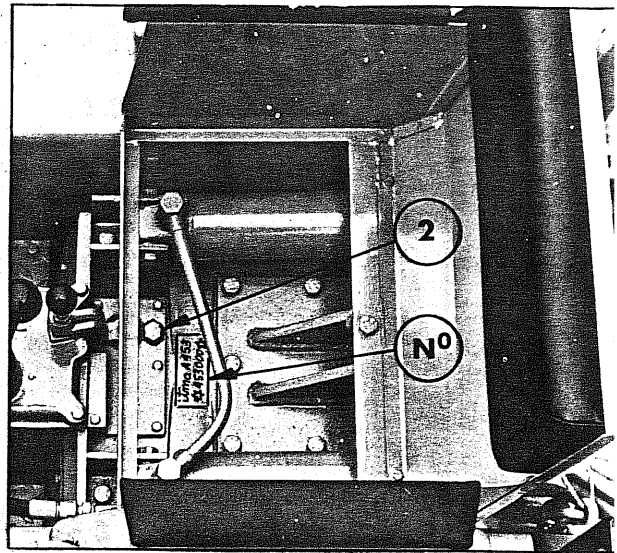

fig. 2
Il tipo della trattrice e il numero di telaio sono stampigliati sulla fusione in ghisa della scatola cambio-ponte posteriore, visibile togliendo il sedile (fig. 2) ed indicati con la lettera (N).